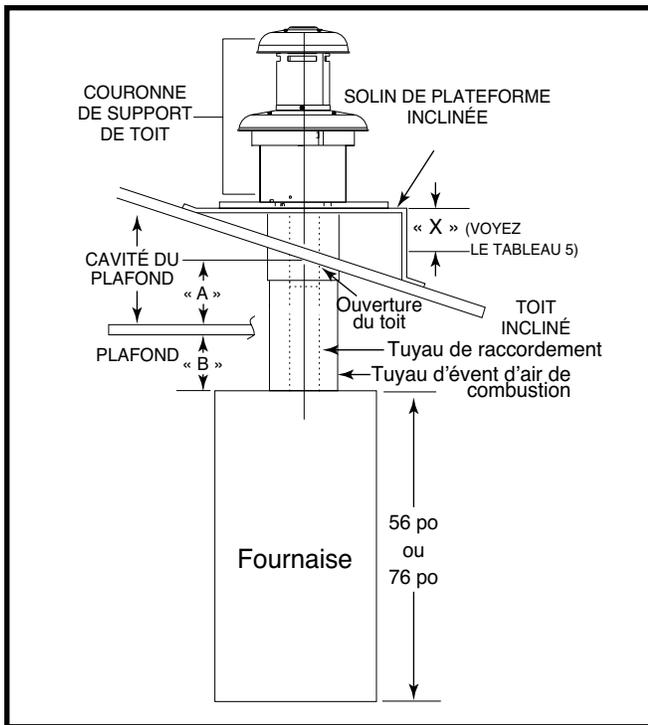

Figure 17. Profondeur de la cavité du plafond
1. Déterminez la profondeur de la cavité dans le plafond du centre de l'ouverture du toit au centre de l'ouverture du plafond tel qu'indiqué comme « Dimension A » dans la Figure 17 \(page 11\).
2. Déterminez la hauteur du plafond et soustrayez la hauteur de la fournaise indiquée comme « Dimension B » dans la Figure 17 \(page 11\).